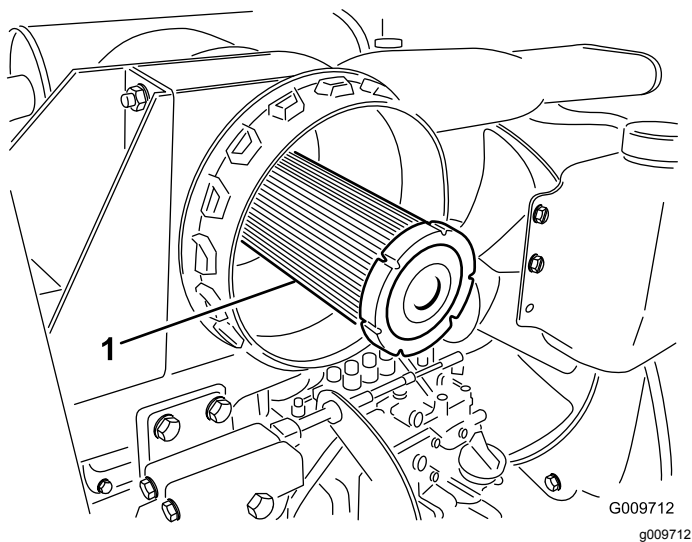

Рисунок 75
**Внимание:** Никогда не пытайтесь очистить контрольный фильтр (Рисунок 75). Замену контрольного фильтра следует производить после каждых трех обслуживаний фильтра грубой очистки.